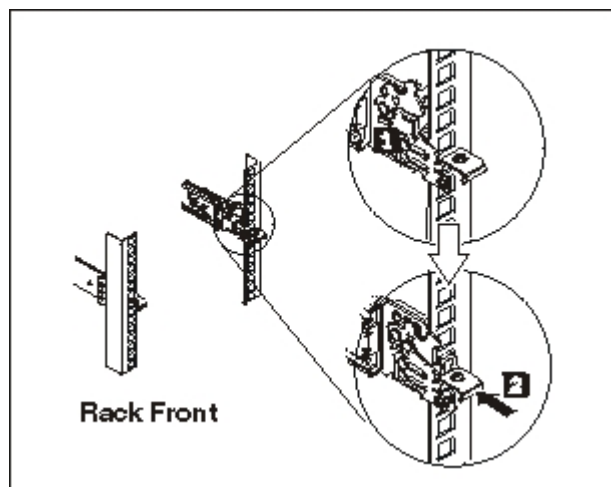

Figure 11. Installation de l'avant des glissières
3. Installez l'extrémité avant des glissières comme indiqué dans la figure 11, à la page 21.